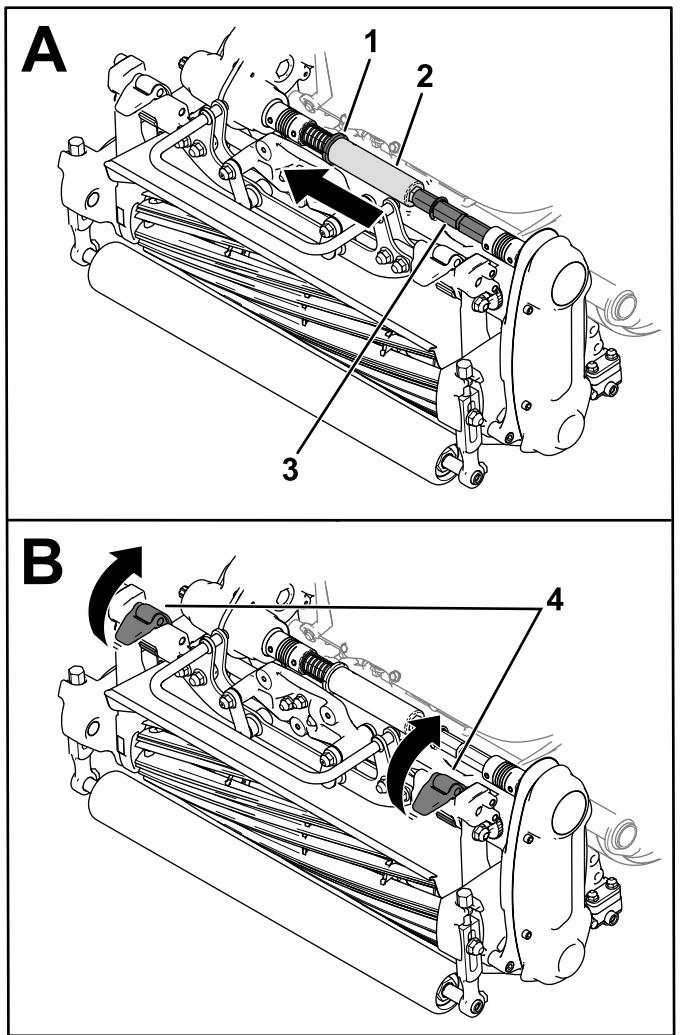

Bild 39
3. Schieben Sie den Bund (Bild 39) in die Nut der Getriebewelle.
- Schieben Sie das Sechskantrohr von der Kupplungswelle des Mähwerks herunter (Bild 39).
- Klappen Sie die Aufhängeriegel nach oben, um das Mähwerk von der Maschine zu lösen (Bild 39).